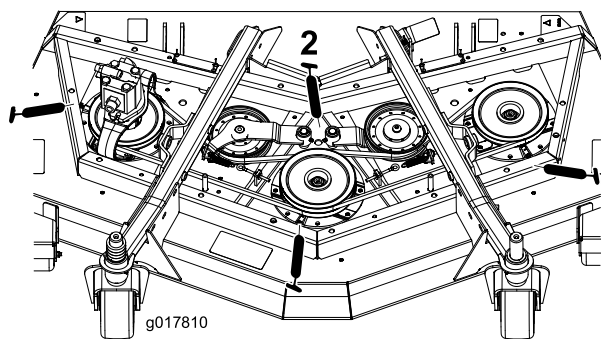

Figura 39
- Três rolamentos do eixo - localizados debaixo da polia (Figura 39)
- Casquilhos da articulação do braço intermédio (Figura 39)